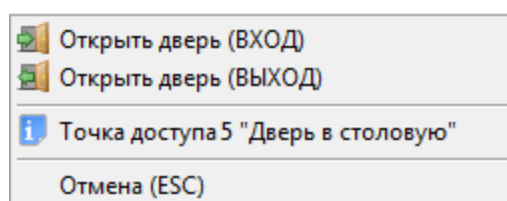

Рисунок 8-153 Контекстное меню для двунаправленной точки доступа
- Предоставление доступа в обоих направлениях – и на вход, и на выход (см. Рисунок 8-153) – для двунаправленной точки доступа, имеющей режим «Вход\Выход»;